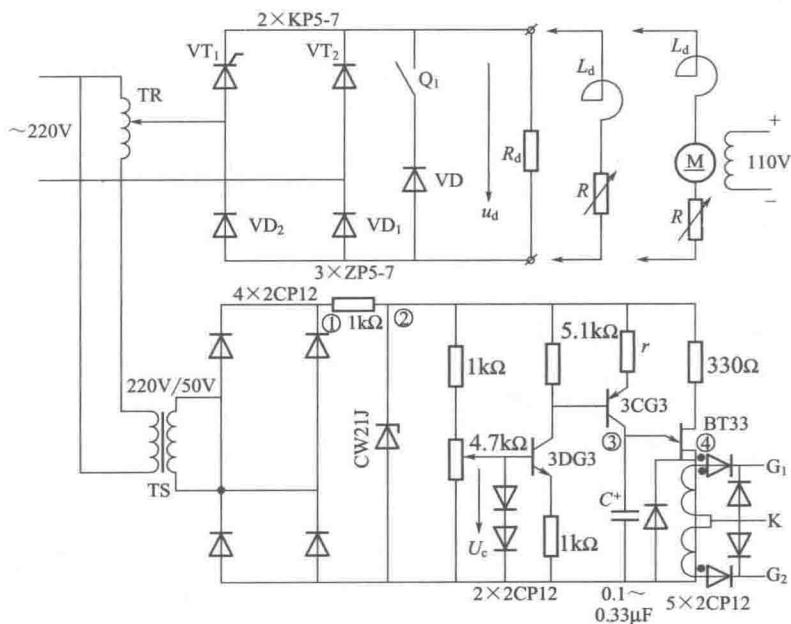

图 1-10 单相半控桥可控整流电路
(1) 将单相半控桥式整流电路底板、单结晶体管触发电路底板、3kV·A 单相自耦调压器、滑线变阻器 (200Ω/1A) 按图 1-10 电路图接线。